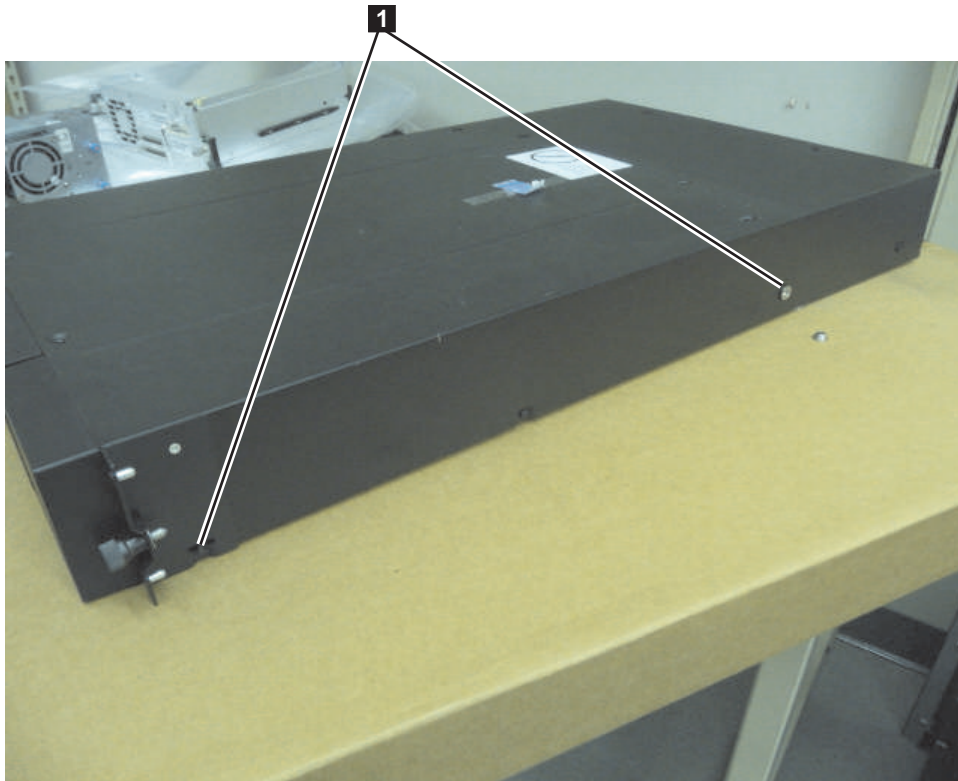

Figura 30. Anclajes del bastidor y piezas de sujeción de montaje de la biblioteca de 2U
4. Con la llave Torx que se incluye en el envío, extraiga los tornillos (**1**) tal como se muestra en la Figura 30 en la página 48. En la biblioteca de 4U, las ubicaciones de los tornillos son similares.
5. Instale los anclajes del bastidor de la biblioteca (**2**) como se muestra Figura 30 a ambos lados de la biblioteca mediante los tornillos avellanados más largos incluidos en el kit del bastidor.